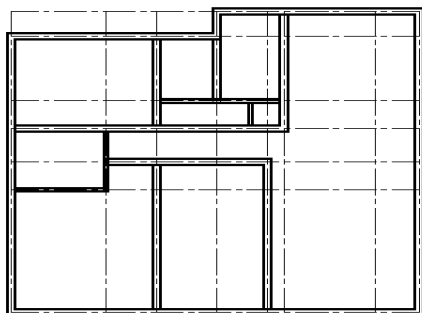

图 3-60
(9)单击【修改】工具栏上的【移动】按钮，出现选择对象提示，在此提示下选择厨房与卫生间之间的 120 隔墙线。指定基点或位移: 指定位移的第二点或 <用第一点作位移>: @1000, 0, 0。如此移动之后的效果如图 3-60 所示。